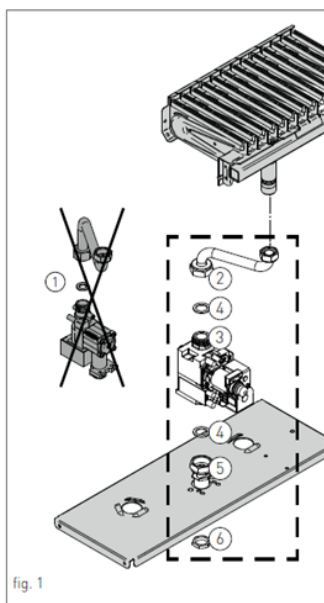

fig. 1
Sono possibili le regolazioni di potenza (manopola 1 di Fig.1) e di temperatura acqua calda (manopola 2 di Fig.1).
1. Svitare il raccordo che collega il tubo gas '1' (fig.1) al bruciatore;
2. svitare le viti di fissaggio della valvola gas '1' (fig.1), poste sotto la dima;
3. rimuovere il tubo gas e la valvola gas '1' (fig.1);
4. montare i raccordi da 3/4 '2' e '5' (fig. 1) sulla nuova valvola gas di sostituzione [3 - fig.1], utilizzando le guarnizioni nuove [4 - fig.1];
5. avvitare sotto la dima il controdado da 1/2 al tronchetto '5' (fig. 1);